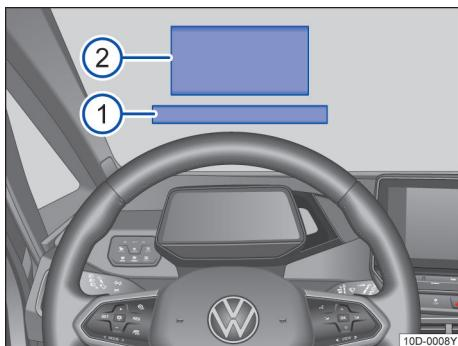

图 11 驾驶员视野内：平视显示器区域
根据情况，AR-HUD 可以将显示信息直接投射在远景 AR 区域 (→ 图 11②处)。例如，在激活驾驶辅助与导航情况下。